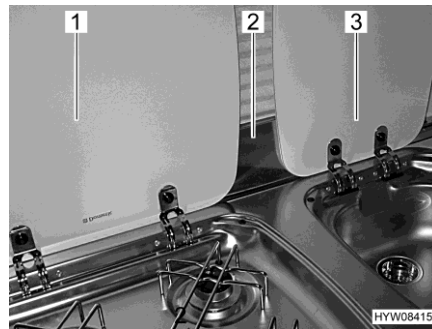

Fig. 11 Écran pare-flammes et couvercles
- Retirer l'écran pare-flammes (Fig. 11,2) et le mettre en sûreté.
- Fermer les couvercles de l'évier (Fig. 11,3) et du réchaud à gaz (Fig. 11,1).